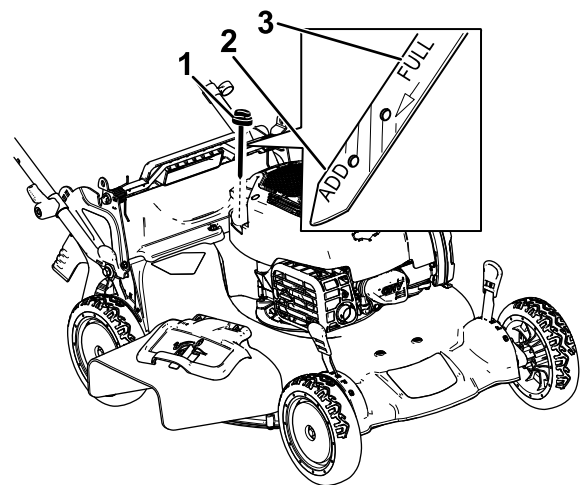

Figura 24
3. Retire la varilla girando el tapón en el sentido contrario a las agujas del reloj y tirando del mismo (Figura 24).
- Observe el nivel de aceite en la varilla (Figura 24).